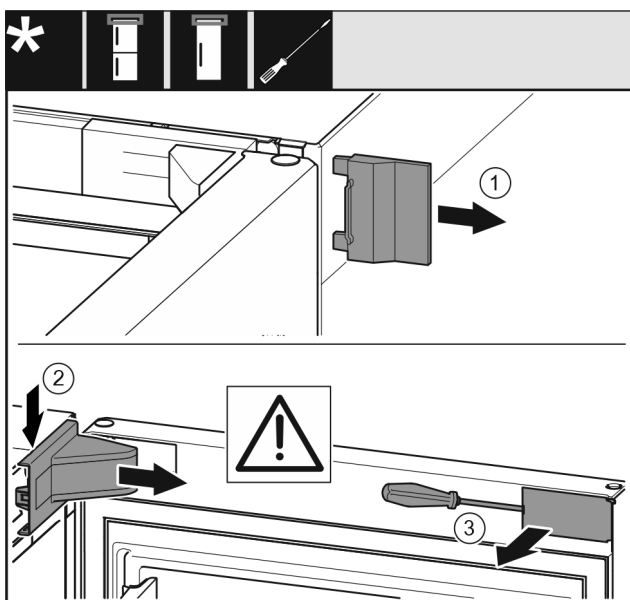

Fig. 8
- Hiqni kapakun mbulues të jashtëm. Fig. 8 (1)
- Nxirrni nga foleja kapakun mbulues të bazamentit mbështetës dhe lirojini. Hiqni kapakun mbulues të bazamentit mbështetës. Fig. 8 (2)
- Nxirrni nga foleja shiritin mbulues me një kaçavidë dhe shtyjeni anash. Fig. 8 (3)